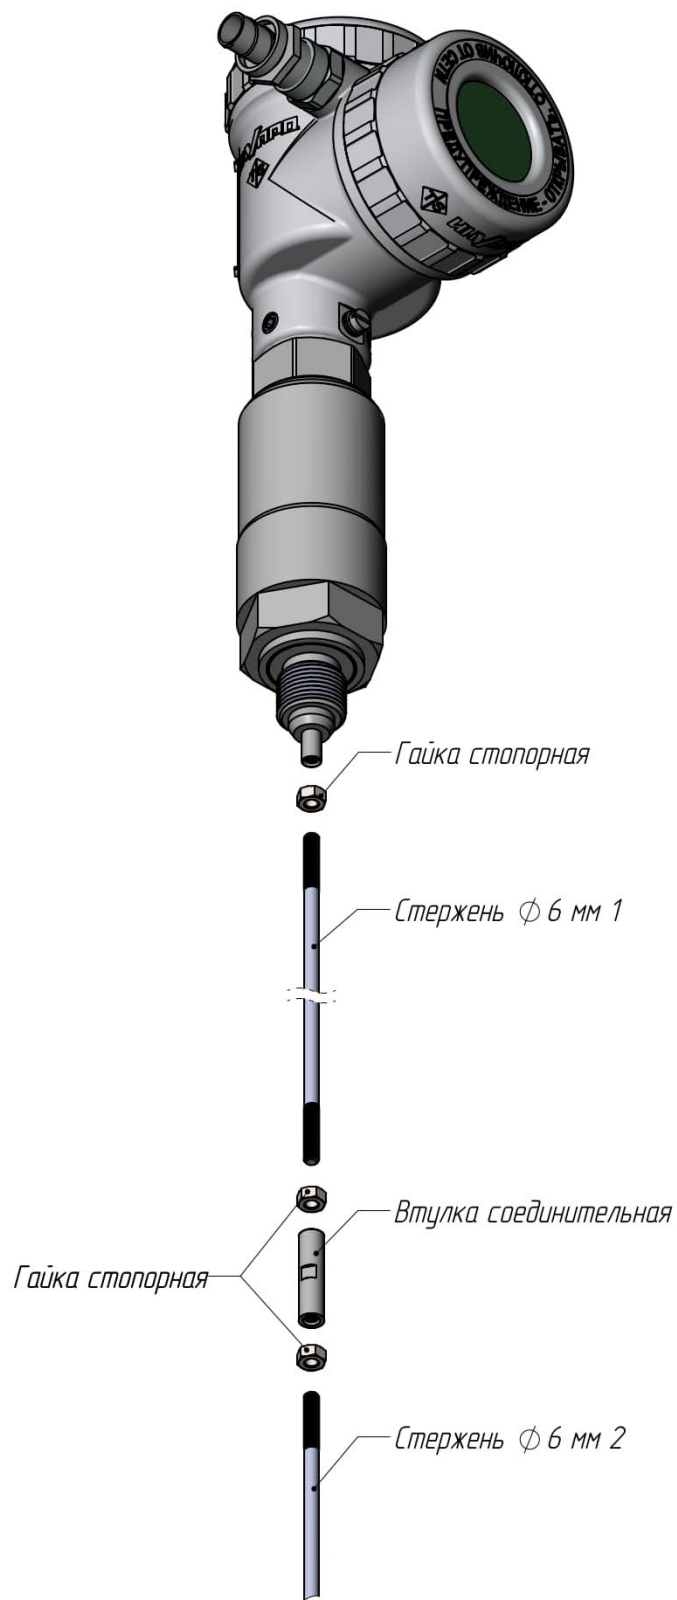

Рисунок 16 – Монтаж составного жесткого зонда из стержня ϕ 6 мм
3.2 Установить центраторы в соответствующие пазы на стержне (рисунок 16).